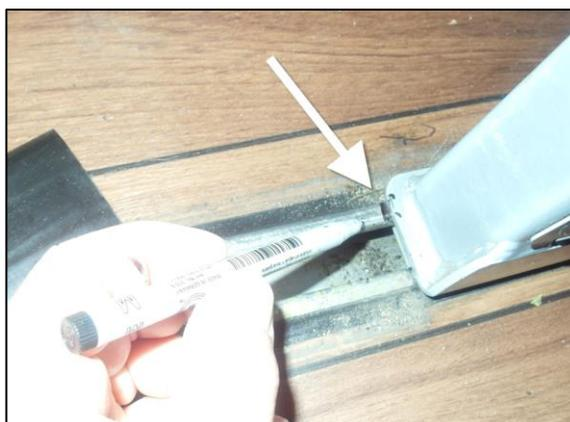

FIGURE 4
5. Tracer une ligne sur le rail avec un marqueur indélébile (Figure 4). Cette marque va servir à positionner les sièges lors de leur réinstallation.